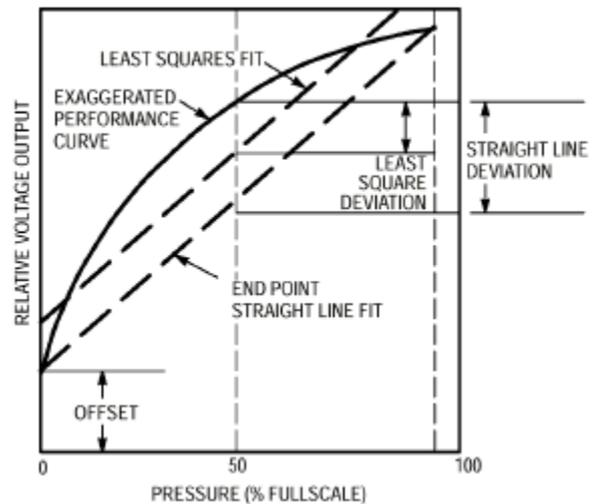

Figura 2.-Comparación de las especificaciones de linealidad
Dentro del rango de presión de trabajo. Hay dos métodos básicos para calcular la no linealidad: (1) Trazando una línea que una los puntos externos con una línea recta (ver figura 2) o (2) una línea intermedia entre los puntos extremos. El segundo es el mejor de los casos de error de linealidad (el de menor valor numérico), los cálculos requeridos son complejos y pesados.